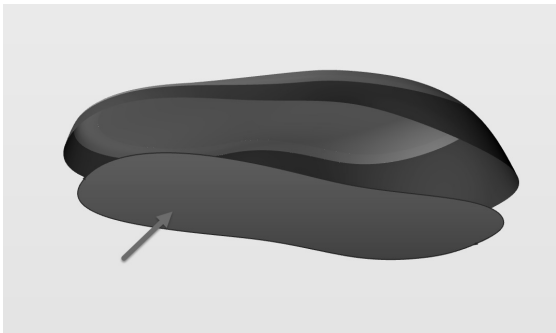

图 5-196 填充底面
2) 使用“填充路径”工具将底面填充, 如图 5-196 所示。